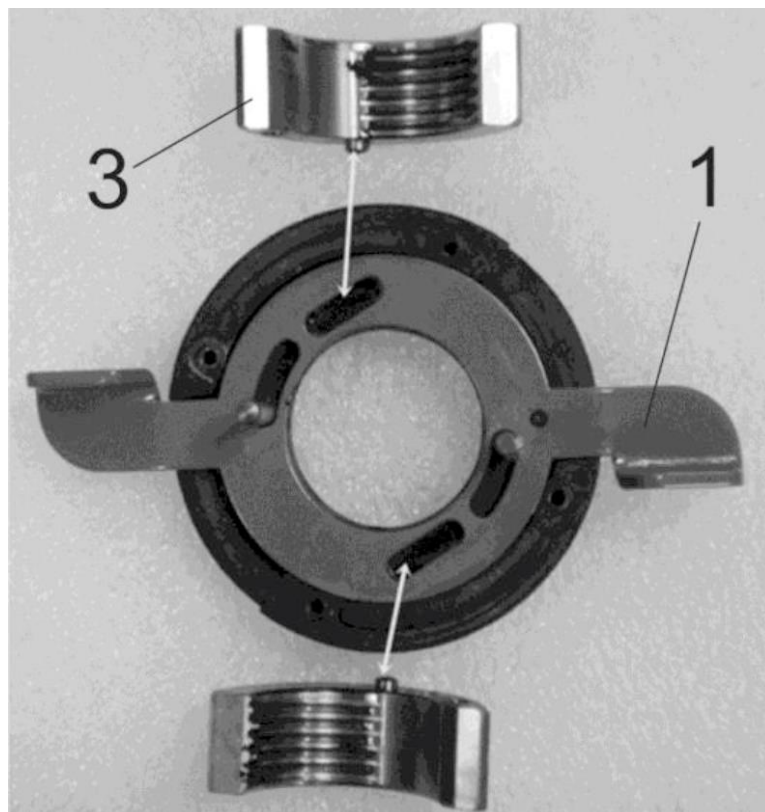

Рисунок 1
2.4 Установить сегменты, совместив направляющие штифты с пазами рычажной шайбы 1 (рисунок 1). Правильная установка сегментов показана на рисунке 2.